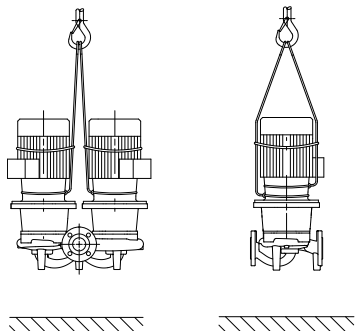

图 7：运输水泵
- 在承受负荷时，电机上的运输吊环在这里只起着导向作用（图 7）。